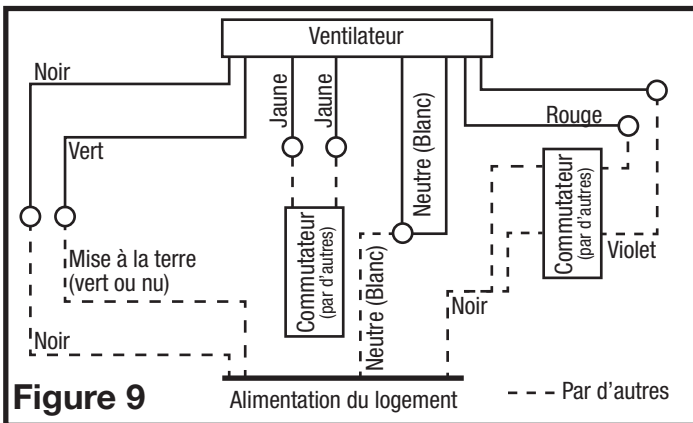

Figure 9
2. **Ventilation continue** : Pour les ventilateurs à deux vitesses, raccordés pour une ventilation continue. Connectez les fils blancs du ventilateur au fil blanc (neutre) de la source d'alimentation. Connectez le fil de terre de la maison au fil vert du boîtier du ventilateur. Connectez le fil noir du ventilateur au fil noir (chaud) de la source d'alimentation. Utilisez un interrupteur à bascule standard duplex, correctement mis à terre (comme Leviton 5224-2W, non inclus) pour relier le fil noir de la source d'alimentation à un côté de l'interrupteur du haut et du bas. Connectez le fil rouge (lumière) du boîtier du ventilateur à l'autre côté de l'interrupteur du haut et connectez le fil violet (veilleuse) du boîtier du ventilateur à l'autre côté de l'interrupteur du bas. Utilisez un deuxième interrupteur à bascule standard duplex, correctement mis à terre, pour relier le fil jaune chaud du ventilateur à l'entrée de l'interrupteur. Connectez le deuxième fil jaune du ventilateur au côté de sortie du commutateur. Fermer l'interrupteur changera la vitesse de normale à haute vitesse (Figure 9).